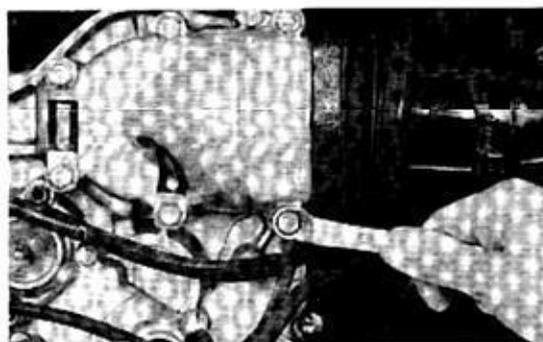

Bild 140
- Auf saubere, öl- und fettfreie Dichtflächen Dichtmasse (Three-Bond o. ä.) dünn auftragen. Ölkanal nicht verstopfen! Zwei Passhülsen einsetzen und Gehäuse aufsetzen. Befestigungsschrauben in zwei Durchgängen über Kreuz anziehen (Bild 140; Erstanzug 12 bis 18 Nm, Endanzug 20 bis 24 Nm). Kabelklemme an mittlerer Schraube unten nicht vergessen.